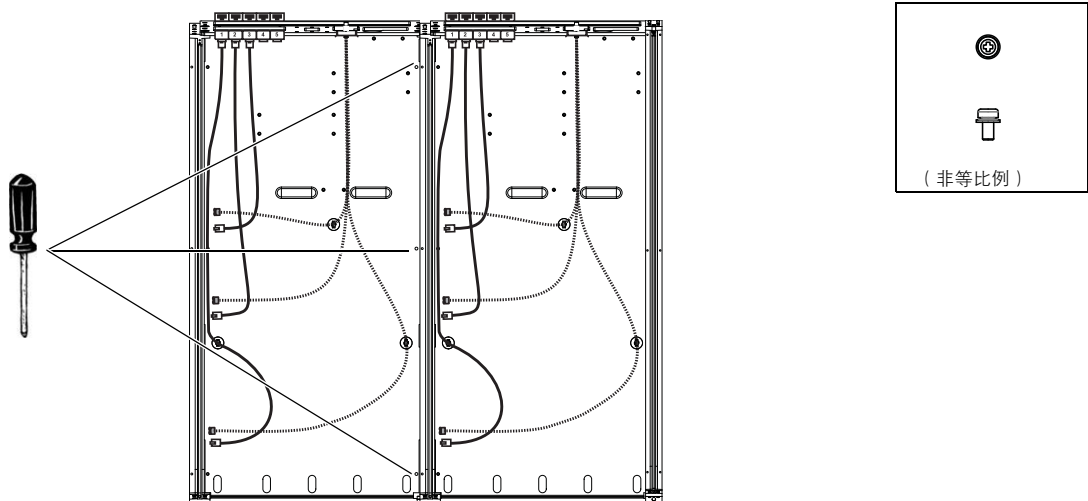

图 18 将第一个盒架的底板固定到第二个盒架的侧壁上
- 8 使用三个 1 号十字螺钉将第二个盒架的底板右端装配到第一个盒架的侧壁左端（见图 18）。请不要完全拧紧螺钉。